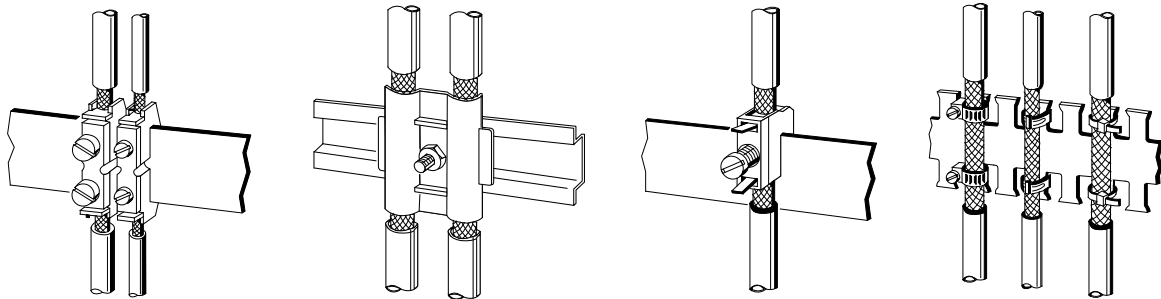

Bild 3.4 Befestigung von geschirmten Leitungen mit Kabelschellen und Schlauchbindern
- Benutzen Sie zur Befestigung der Schirmgeflechte Kabelschellen aus Metall. Die Schellen müssen den Schirm großflächig umschließen und guten Kontakt ausüben (Bild 3.4).